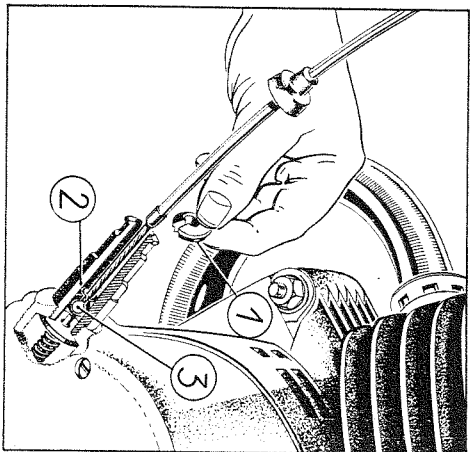

Fig. 17. Remplacer le câble Bowden de commande de l'embrayage de la TS 250/1. (Pour plus de clarté, la douille est représentée en coupe)
(1) (fig. 17). Après avoir dévissé la douille (2), on pourr